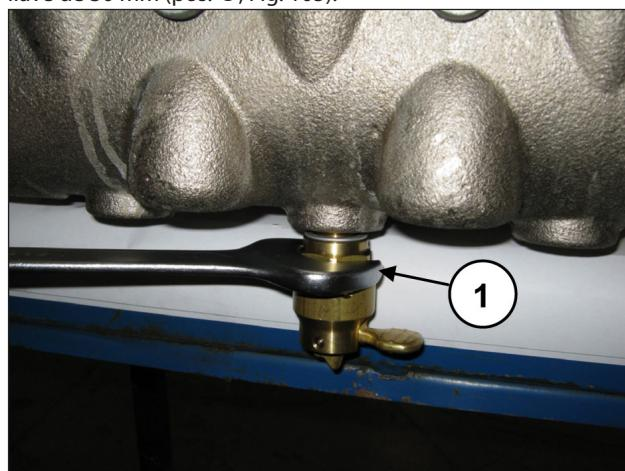

Fig. 105
Desenroscar el dispositivo de apertura de las válvulas con una llave de 30 mm (pos. ①, Fig. 105).